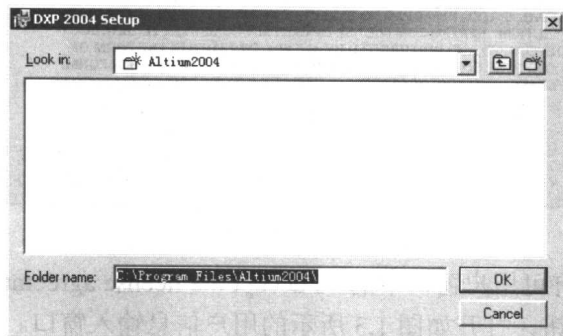

图 1.5 安装路径选择对话框
(5) 在安装路径选择窗口的“Destination Folder”区域显示了即将安装 Protel DXP 2004 的硬盘空间的路径，若想更改安装路径，单击“Browse”按钮，打开如图 1.5 所示的安装路径选择对话框。